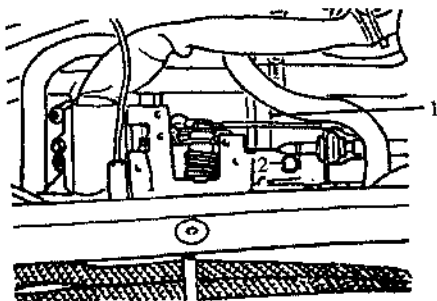

图 4.12 拆下油门拉锁和拉锁支架
① 记录收录机编码，然后拆下蓄电池接地线，再拆下十字支柱、左右空气管道支座和空气滤清器管道。
② 拆下空气滤清器的上部件，在其上面有 4 个螺栓，后面有 3 个螺栓，均一一拧下。
③ 拆下空气滤清器的下部件，拆时先将部件向后推，再向上取出。
④ 拆下点火开关线束止推板。
⑤ 拆下左右分电器盖（线束仍保持连接），用电线将两个分电器盖系在曲轴箱进气软管上。
⑥ 拆下油门拉锁（需拆下两边的卡箍），拆下拉锁支架，如图 4.12 所示。